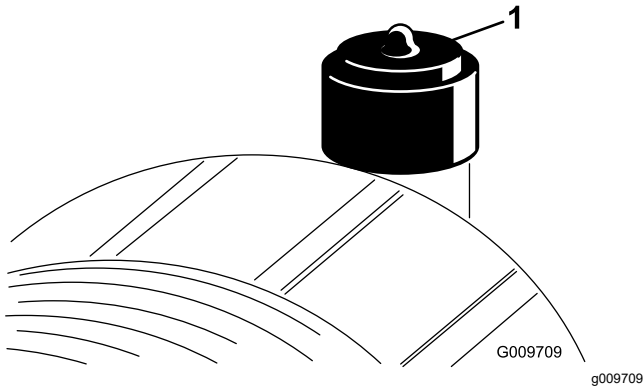

Figura 51
Revise el elemento del limpiador de aire únicamente cuando el indicador de restricción (Figura 51) lo requiera. El cambiar el elemento del limpiador de aire antes de que sea necesario aumenta la posibilidad de que entre suciedad en el motor al retirar el elemento.
2. Reinicie el indicador de restricción (Figura 51) si se ve rojo.